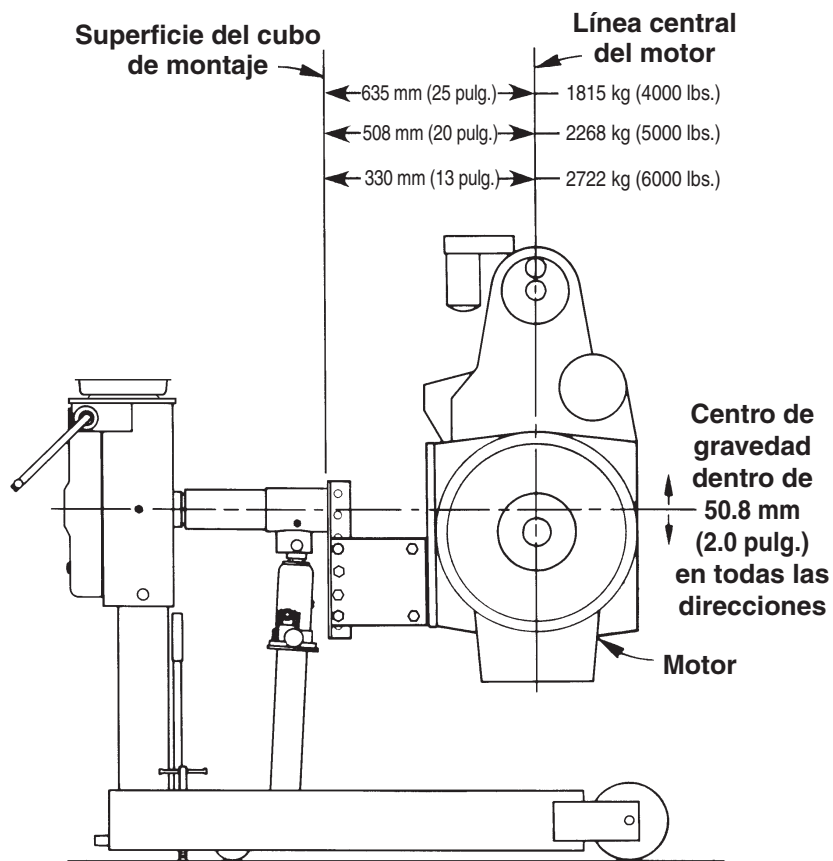

Figura 4
5. Consulte la Figura 4. Alinee el motor (con las placas laterales fijadas a la placa adaptadora) con la placa adaptadora universal sobre el soporte del motor. Eleve o baje el motor hasta que su centro de balance esté alineado con el eje giratorio del soporte del motor. *Nota: El centro de balance del motor (la mayor concentración de peso) usualmente se encuentra 50.8 mm (dos pulgadas) por encima del centro del cigüeñal.*